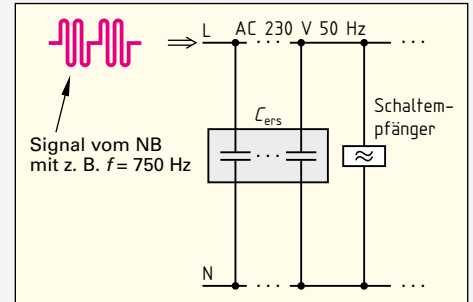

Bild 1: Kondensatoren in Anlagen mit Rundsteuersignalen
6. Mithilfe eines Rundsteuersignals mit einer Frequenz von z.B. 750 Hz kann ein NB z.B. öffentliche Straßenbeleuchtungen zentral ein- und ausschalten oder die Hoch- und Niedertarifumschaltung für verschiedene Verbraucher vornehmen. Warum kann ein solches hochfrequentes Rundsteuersignal einen Schaltempfänger nicht erreichen, wenn im selben Netz viele Kondensatoren (C_{ers}) parallel geschaltet sind (**Bild 1**)? Begründen Sie Ihre Aussage.